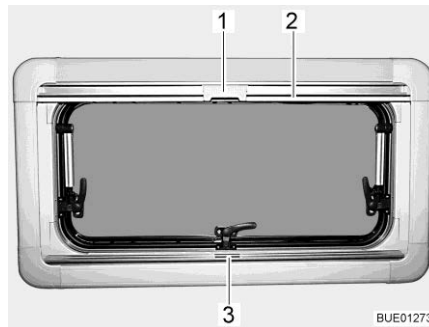

Bild 57 Överkantshängt fönster
- Ta tag i mitten på plisségardinens list (Bild 57,3) och drag den nerifrån och uppåt och släpp den vid önskad höjd. Plisségardinen stannar på denna höjd.
- Drag, med listen, (Bild 57,2) ner insektsnätet tills listen stöter mot plisségardinen (Bild 57,3).
- Lås fast insektsnätets spärr (Bild 57,1) på plisségardinens list.
- Tryck spärren (Bild 57,1) upptill på insektsnätet bakåt.
- För långsamt tillbaka insektsnätet med listen (Bild 57,2).